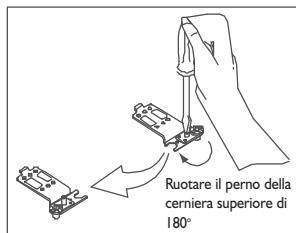

Fig. 5
5. Svitare la vite che trattiene il perno della cerniera superiore. Ruotare il perno di 180° e quindi fissarlo, avvitandolo sul lato sinistro della cerniera superiore. (Fig. 5)